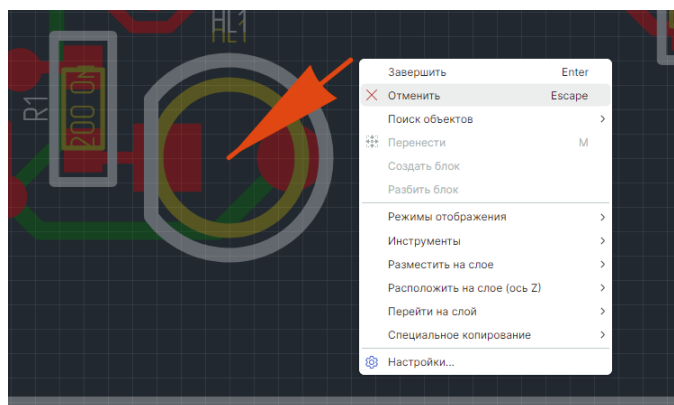

Рис. 283 Отмена размещения размерной линии
5. Размещение линии можно отменить, для этого нажмите клавишу «Escape» или вызовите контекстное меню и выберите «Отменить», см. Рис. 283.